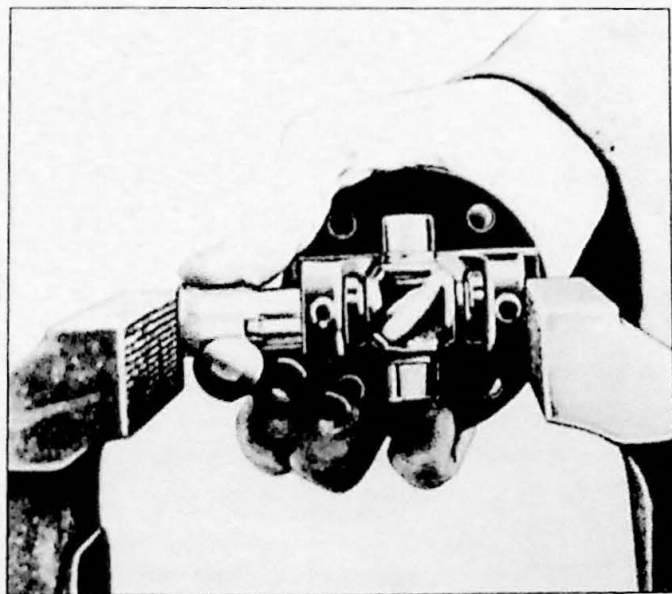

Fig. 8.15. Inpersen van de lagerhouder met behulp van een huls
4. Plaats een geschikte huls (bijv. dop van doppenset) tussen de bankschroef en het lager (Fig. 8.15) en pers verder tot de borggroef gepasseerd is. Monteer hierna de borgring.